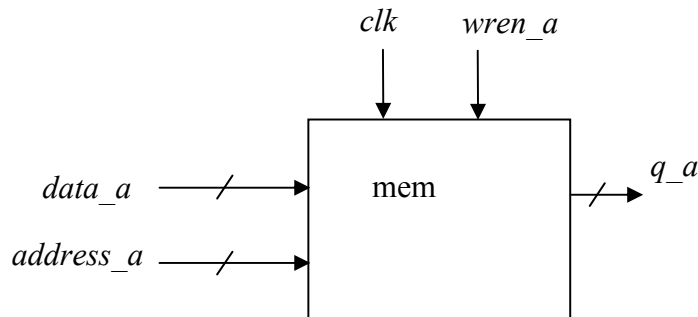

Figura 6. Interface da memória
- Memória: o módulo *ram* é uma descrição comportamental de uma memória com funcionalidade *dual-port* já descrita na seção 2. A Figura 6 mostra as suas entradas e saídas. Observar que o sinal *wren_a* (*write enable*) deve ser ativado somente nos estados da FSM em que um dado deva ser escrito neste registrador. Nos demais este sinal deve permanecer desativado.